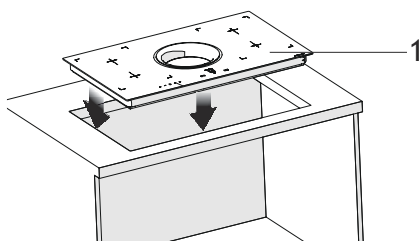

Fig. 15
- Placér nu forsigtig kogepladen i hullet der er skåret ud (Fig. 15).